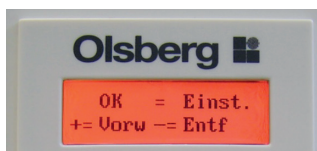
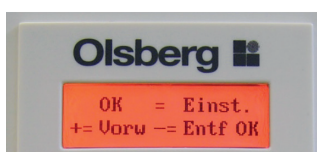

Fig. 18
Fig. 19
c) Ventilatorfreigabe Programm entfernen Wenn Sie Schaltpunkte definiert haben (mit OK oder +, Fig.18) und diese wieder rückgängig machen wollen, können Sie mit der Taste – das Entfernen der Schaltpunkte auswählen und mit OK (Fig.19) die Werkseinstellung im Menüpunkt Ventilatorfreigabe Programm wieder herstellen.